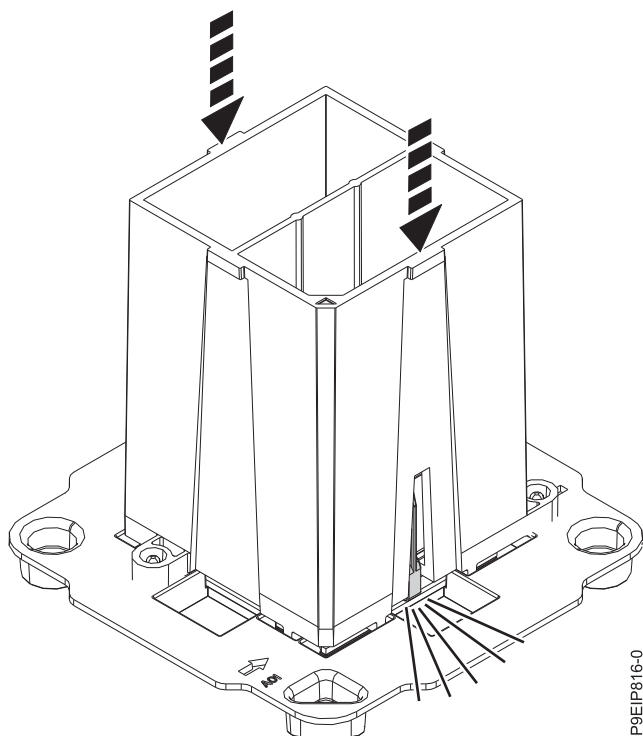

Figure 62. Fixation du module de processeur système dans l'outil
4. L'outil de retrait étant posé sur la partie supérieure du module de processeur système, appuyez dessus pour engager le module de processeur système dedans, comme illustré dans la figure 62, à la page 63.